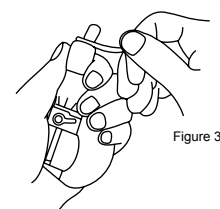

Figure 3
- Lorsque l'erreur d'alignement est supérieure à environ ± 0,01 mm (Figure 3)